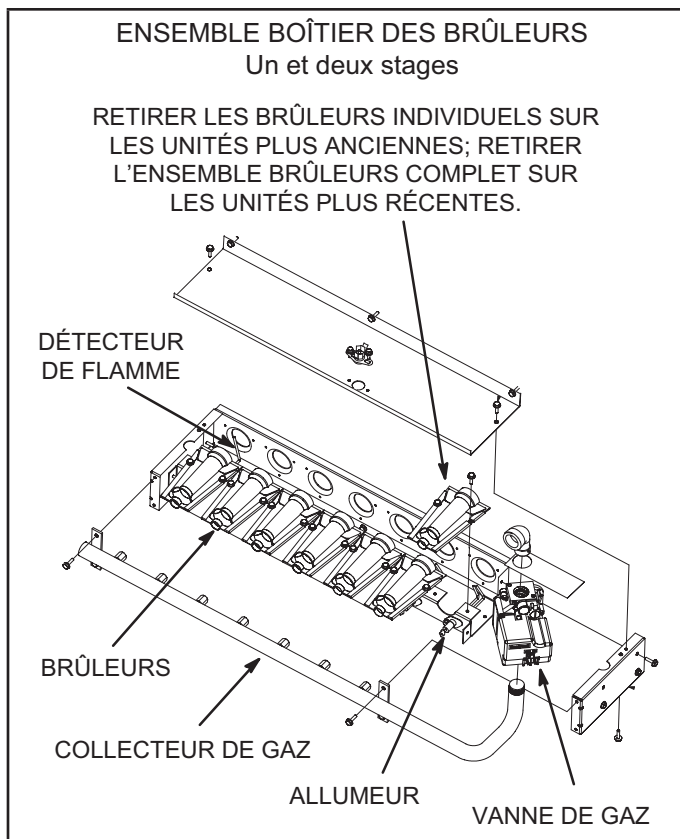
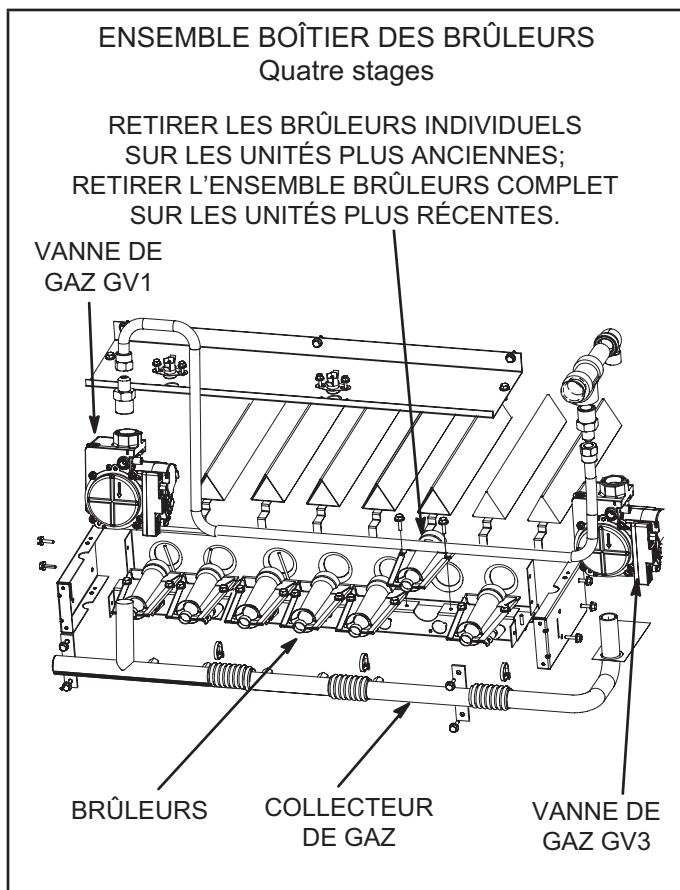

FIGURE 32
FIGURE 33
- 4 - Retirer les vis maintenant les brûleurs sur le support de brûleurs et soulever chaque brûleur séparément ou l'ensemble brûleurs complet des orifices. Voir FIGURE 32 ou FIGURE 33. Les nettoyer au besoin.